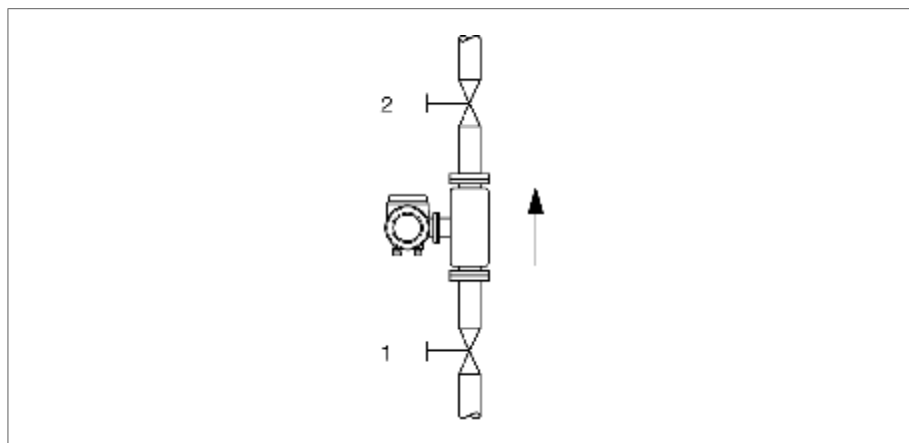

图17：零点校正与截止阀
- 做零点校正时，测量管必须被充满并且流速为0($v=0\text{m/s}$)，可通过左、左传感器前后安装截止阀或利用现有的阀门来满足此要求（见图17）